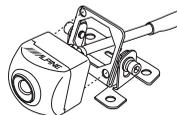

Рис. 5
2. Зафиксируйте камеру в монтажном приспособлении ③. Выведите кабель камеры через монтажное приспособление ③ и зафиксируйте его с помощью болтов с шестигранной головкой ④ (см. рис. 5).
3. Слегка ослабьте монтажное приспособление ③ и винт регулировки угла обзора. Установите угол обзора и осторожно вверните винт регулировки угла обзора.
5. Снимите защитную ленту клеевого покрытия с монтажного приспособления ③ и закрепите монтажное приспособление в выбранном месте.